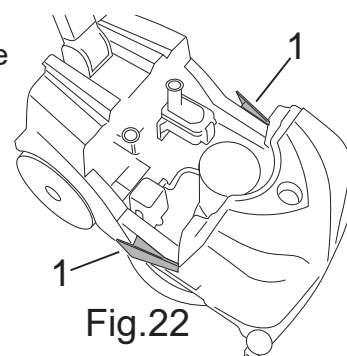

Fig.22
- Druk op de twee tankborghendels opzij (Fig.22-Ref.1), haal de vuilwatertank uit het frame en plaats hem op de vloer.